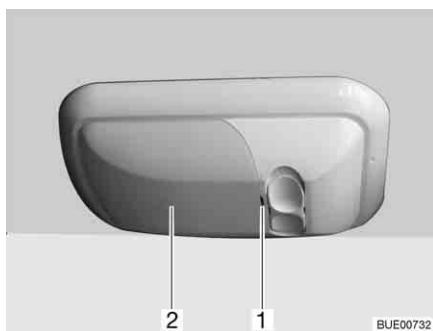

Bild 232 Garagenleuchte
- Abdeckung (Bild 232,2) vorsichtig mit einem geeigneten Werkzeug (z. B. Schraubendreher) an der Einkerbung (Bild 232,1) aushebeln und abnehmen.